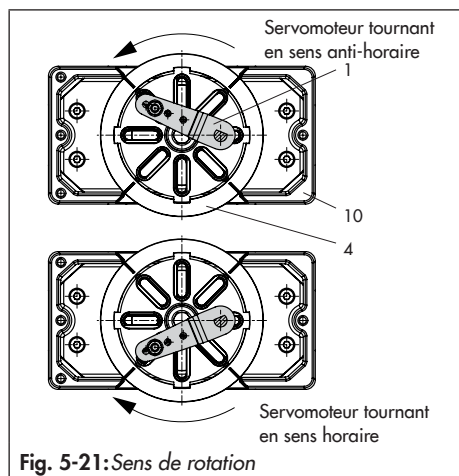

Fig. 5-21: Sens de rotation
- Placer et visser le positionneur sur le corps (10). Aligner le levier (1) de sorte que son palpeur s'insère dans la fente correspondante en tenant compte du sens d'action du servomoteur (Fig. 5-21).